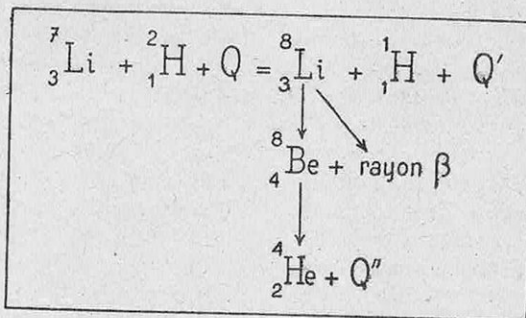

FIG. 5. — SCHÉMA DU BOMBARDEMENT DU LITHIUM PAR DES DEUTONS
2° Bombardons du lithium avec un faisceau intense de deutons (1) à la sortie d'un cyclotron. Nous observons la formation de lithium radioactif avec expulsion de particules identiques à l'hydrogène et, par suite, la désintégration de ce lithium radioactif suivant le schéma de la figure 5. Connaissant les masses des atomes qui entrent en jeu et les énergies  $\varphi$ ,  $\varphi'$  et  $\varphi''$ , on trouve un excédent d'énergie de 11 Mev. Cette valeur est très proche de la valeur expérimentale  $W$  de l'énergie *maximum* du spectre  $\beta$  du radiolithium, et qui est de 10,5 Mev. La valeur de l'énergie  $P$ , correspondant à la « pointe » d'intensité de ce spectre, est 3,8 Mev. On voit donc, encore une fois, que l'énergie est conservée intégralement
(1) Noyaux d'hydrogène lourd.